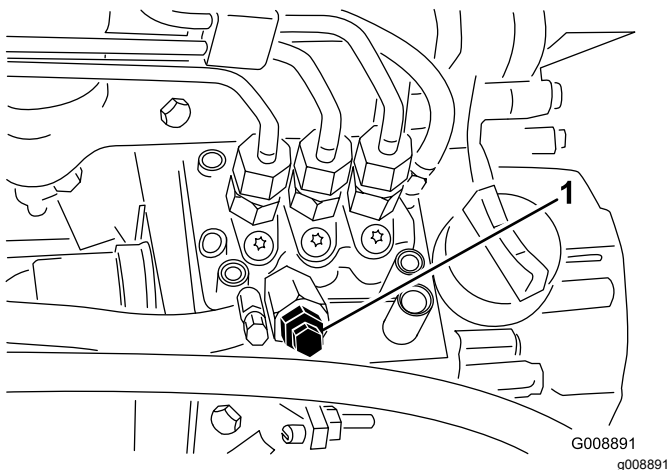

Figura 35
3. Abra el tornillo de purga de aire de la bomba de inyección de combustible (Figura 35).